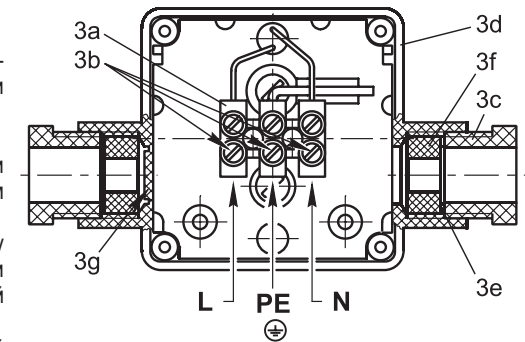

Рис. 6
4.3.3 На лицевой поверхности клеммной коробки открыты четыре винта крепления крышки. Снимите крышку клеммной коробки вместе с резиновым уплотнением. Клеммная коробка со снятой крышкой показана на рис. 6.